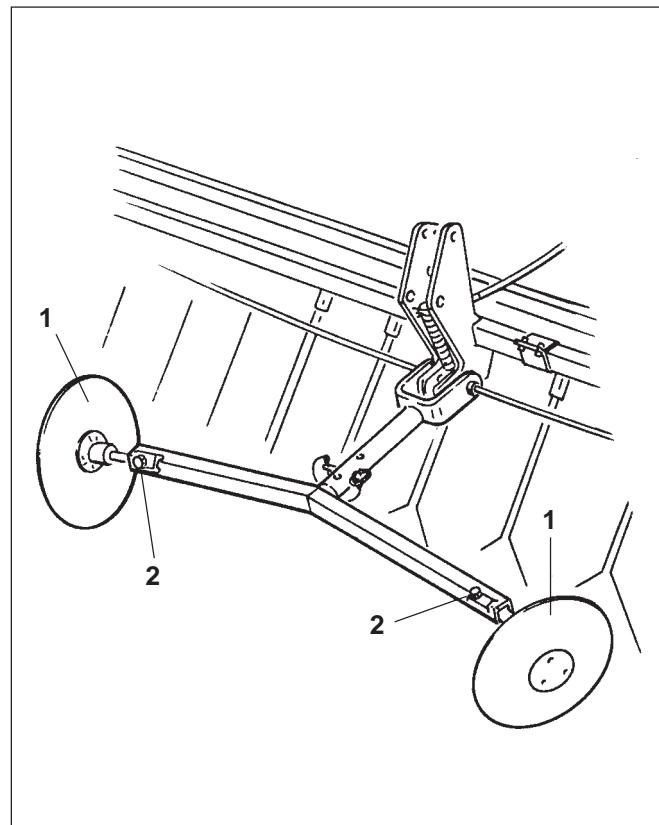

Рис. 14.6
Диски маркера (Рис. 14.6/1) маркируют проложенные распределителем высевающих катушек технические колеи и устанавливают правильное расположение колей.
- Отпустить винт (рис. 14.6/2),
- Диски маркера (Рис. 14.6/1) раздвинуть соответственно ширине технических колей,
- Винт (Рис. 14.6/2) снова крепко зажать.
Распределитель высевающих катушек с двухразовым включением или включением 6-плюс оснащены только на стороне с распределительными высевающими катушками для прокладывания технической колеи. Поэтому необходимо монтировать на этих распределителях только один из двух дисков маркера (Рис. 14.6/1). Этот диск маркера необходимо установить таким образом, чтобы во время движения вперед и назад по полу ширина колей была прочерчена.